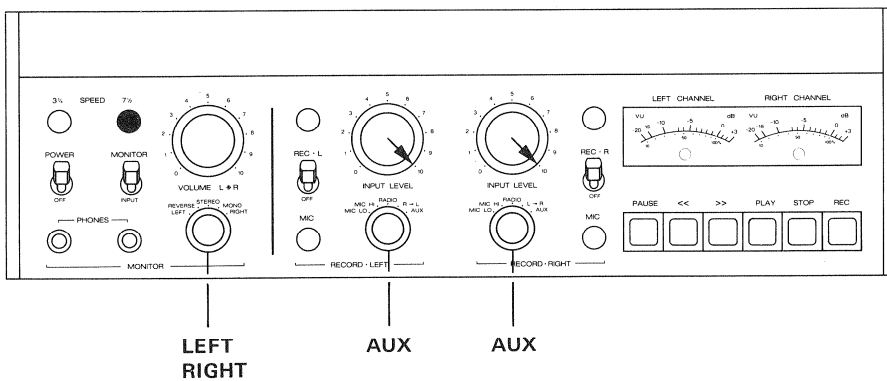

Fig. 6.4.-17
- Bedienungselemente nach Fig. 6.4.-17 einstellen.
- NF-Millivoltmeter an Ausgang (51) OUTPUT anschliessen.
- NF-Generator an Anschluss (48) AUX INPUT parallel anschliessen (0 VU -20 dB, 12 kHz).